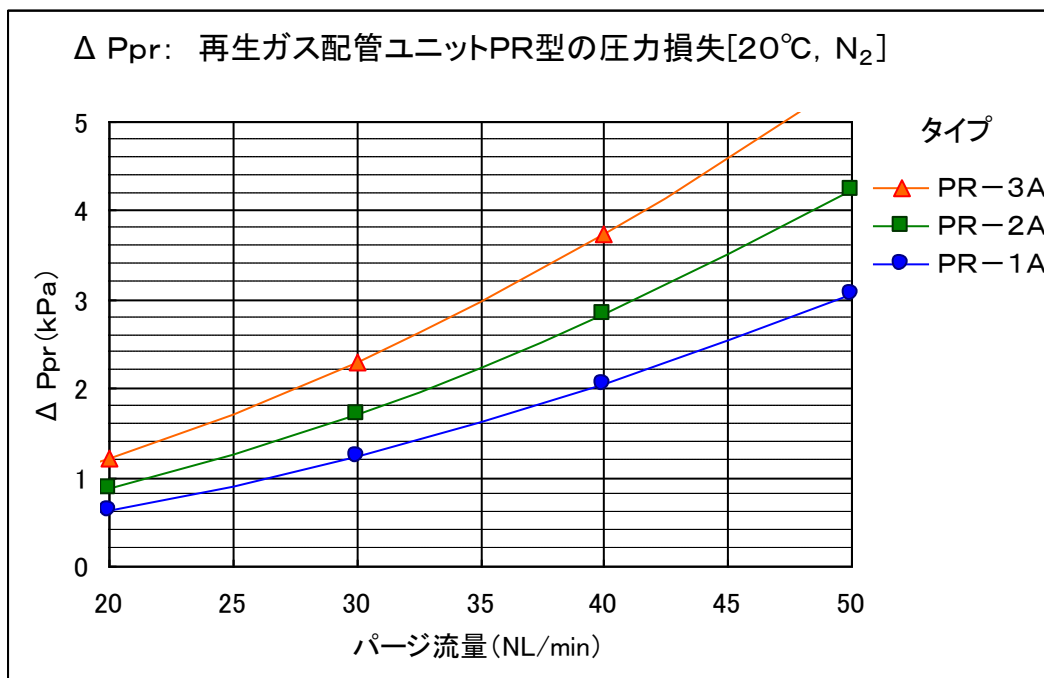

図4 再生用配管ユニットの圧力損失
2. クライオポンプ内の圧力が10~20kPaGを超えると、安全弁が作動します。安全弁が作動しないように、再生ガス配管ユニットPR型の圧力損失 ΔP_{pr} (図4)を参考に、パージ導入部全体の圧力損失が設定するパージ流量に対して5kPaG 以下となるようにパージガス導入配管の形状を選択してください。